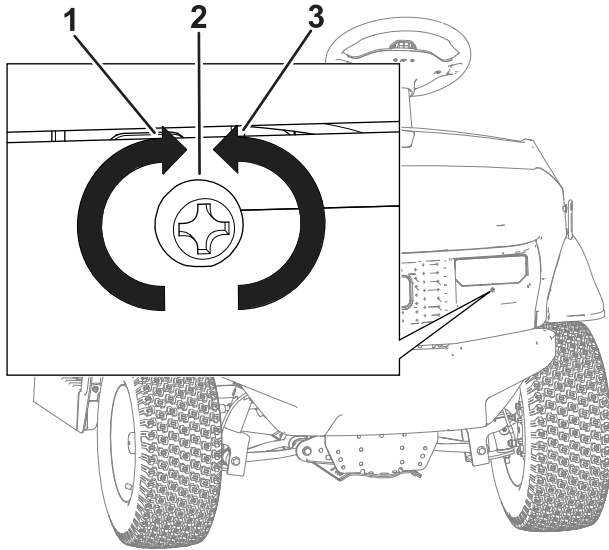

Bild 47
5. Drehen Sie die Einstellschraube an der Vorderseite der Scheinwerferbaugruppe, um die Scheinwerferbaugruppe zu schwenken und die Position des Lichtkegels auszurichten. (Bild 47).